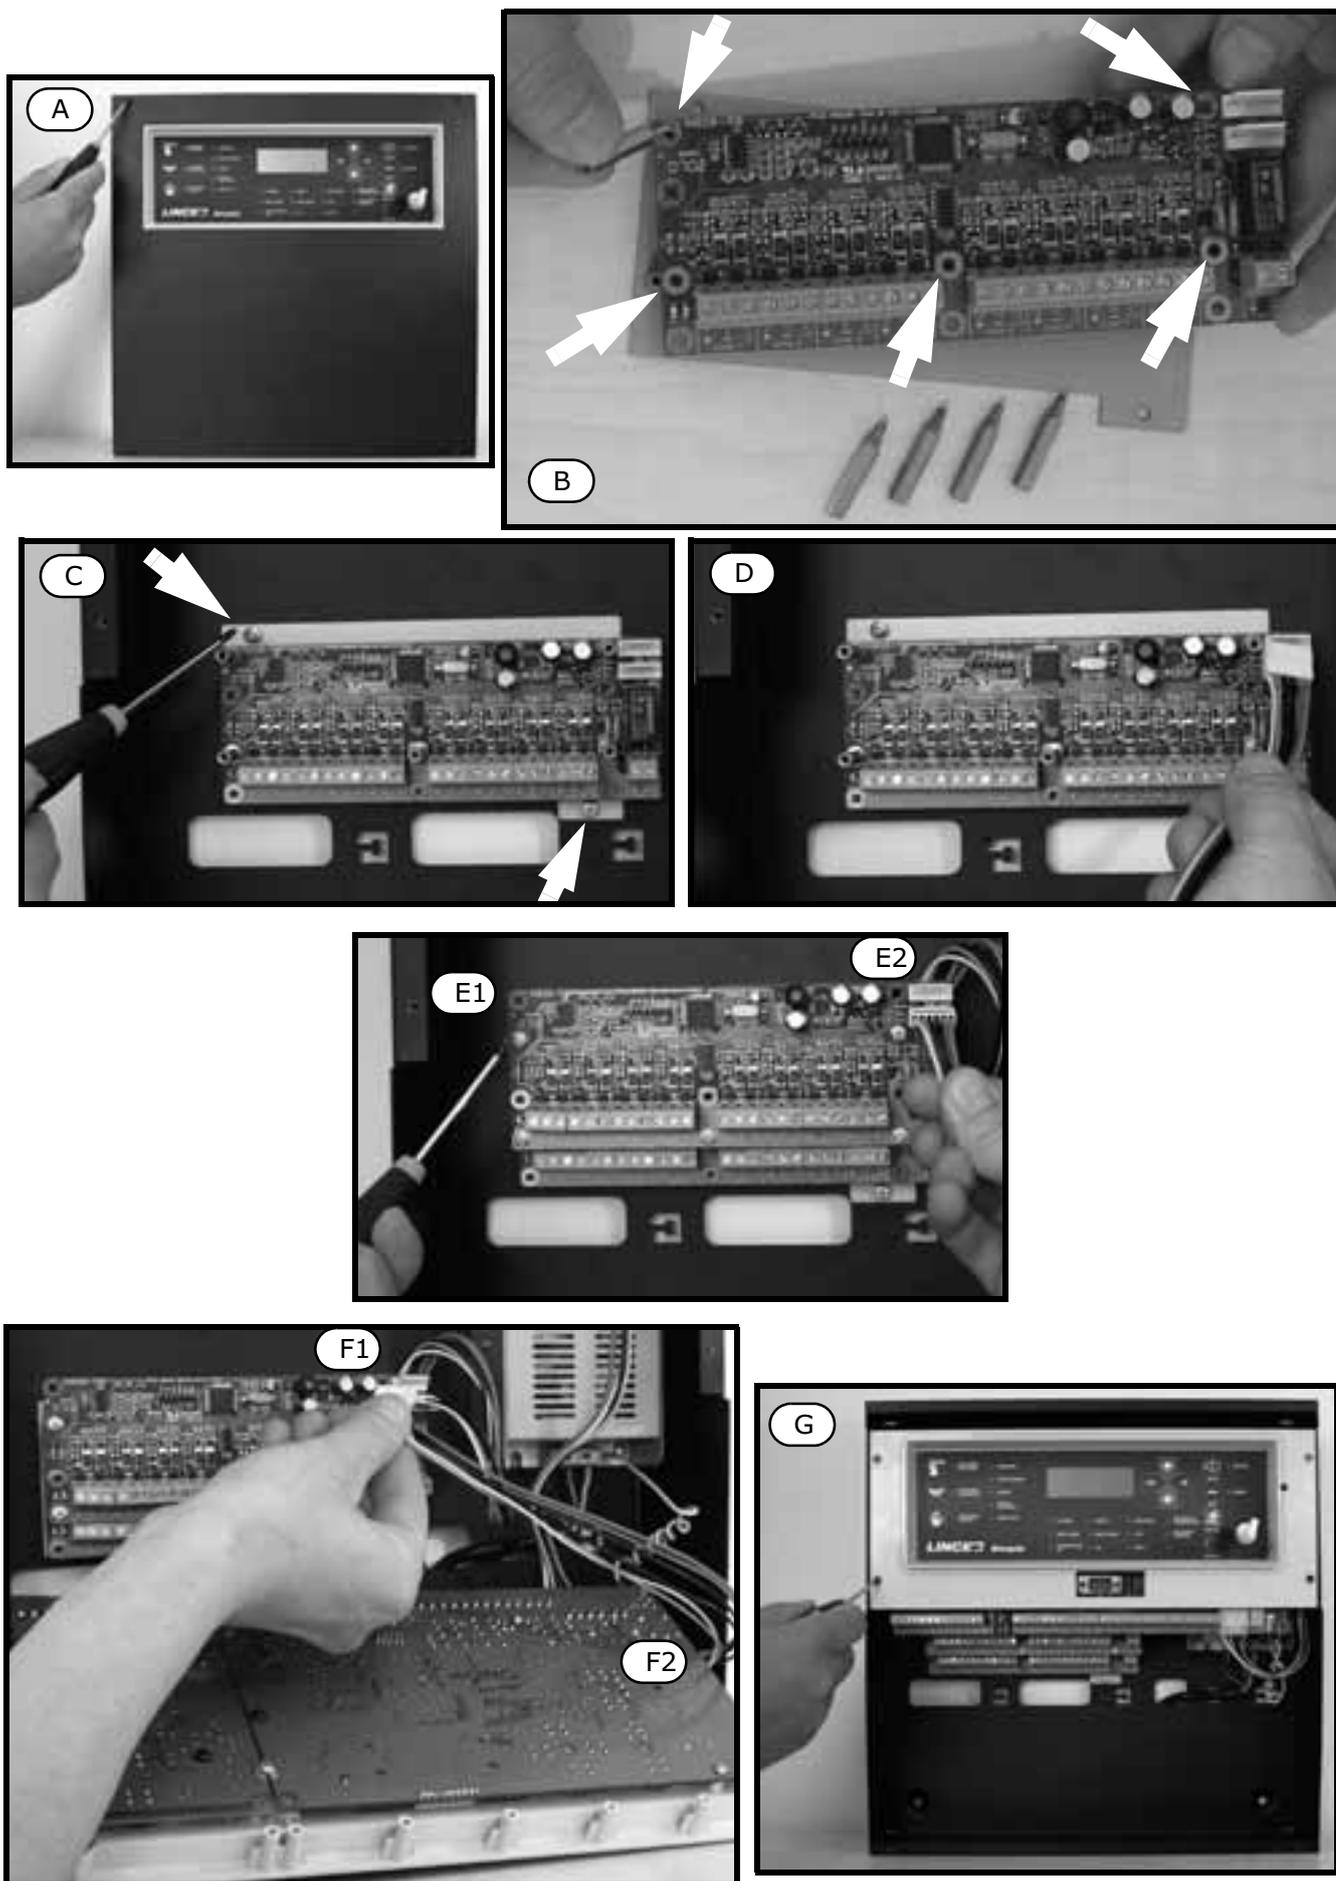

Figura 9 - Montaggio scheda espansione
1. Svitare le quattro viti di fissaggio del coperchio metallico e togliere il coperchio (*Figura 9 - A*).
3. Fissare la prima scheda di espansione sulla piastra di ancoraggio al fondo utilizzando le colonnine metalliche fornite nel caso in cui bisogna inserire una seconda scheda di espansione (*Figura 9 - B*), utilizzando le viti fornite nel caso non si debba inserire la seconda espansione. Fare attenzione ad utilizzare i fori di fissaggio indicati sulla foto dalle frecce.
4. Fissare la piastra con la scheda sul fondo del contenitore metallico (*Figura 9 - C*).
5. Inserire il cavo di collegamento sulla scheda (*Figura 9 - D*).
7. Fissare la seconda scheda di espansione (se necessaria) sulle colonnine metalliche. Prestare attenzione ad utilizzare i fori di fissaggio indicati in foto (*Figura 9 - E1*).
8. Collegare il cavetto proveniente dalla prima scheda di espansione (*Figura 9 - E2*).
9. Inserire il cavetto per la connessione con la centrale (*Figura 9 - F1*)
10. Collegare il cavetto provenienti dalle espansioni sul connettore della scheda principale (*Figura 9 - F2*).
11. Riposizionare il cestello di plastica e richiudere il coperchio metallico (*Figura 9 - G*).